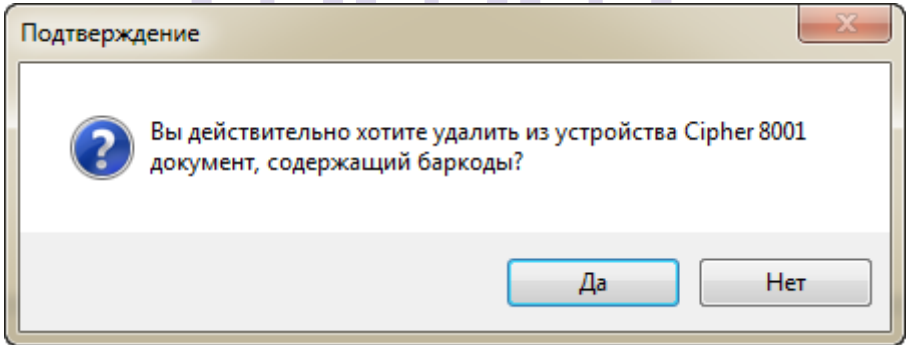

Рис. 427
3. «Параметры удаления документа с устройства» (При выборе пункта «Удалять документ после успешного создания накладной», после сохранения созданной накладной все позиции, зарегистрированные на устройстве, будут удаляться. При выборе пункта «Оставлять документ» - все данные сохранятся. При выборе пункта «Спрашивать каждый раз» после сохранения созданной накладной будет появляться сообщение с предложением выбора действий (см. Рис. 427)).